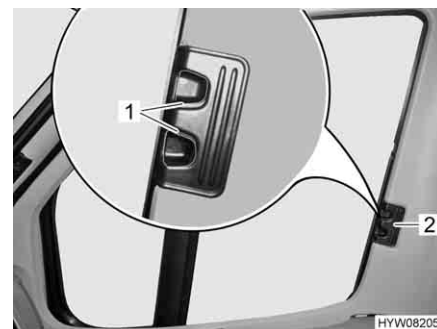

Bild 23 Plisségardin för förar-/passagerarfönster
- Ta tag i handtaget (Bild 23,2) till plisségardinerna för förarfönstret och passagerarfönstret och skjut in dem så långt det går.
- Låt låshandtagen (Bild 23,1) haka fast.